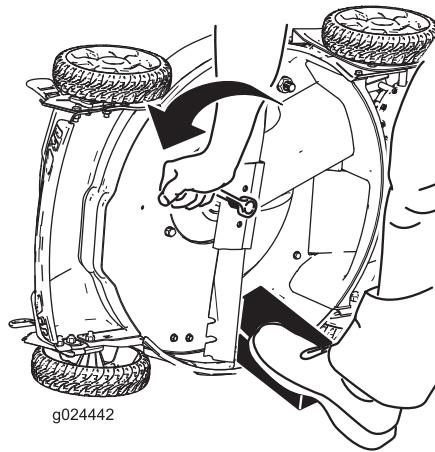

Figure 24
3. Immobilisez la lame avec un morceau de bois (Figure 24).
4. Déposez la lame en tournant le boulon dans le sens antihoraire, et conservez toutes les fixations pour montez la lame neuve (Figure 24).